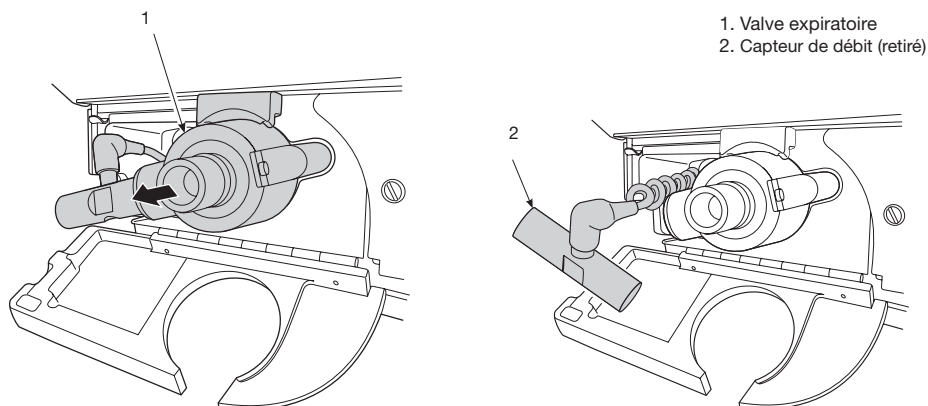

Figure 6-3 Dépose du capteur de débit
2. D'un mouvement de rotation délicat, retirez le capteur de débit en plastique de la sortie de la valve expiratoire. Voir la Figure 6-3.